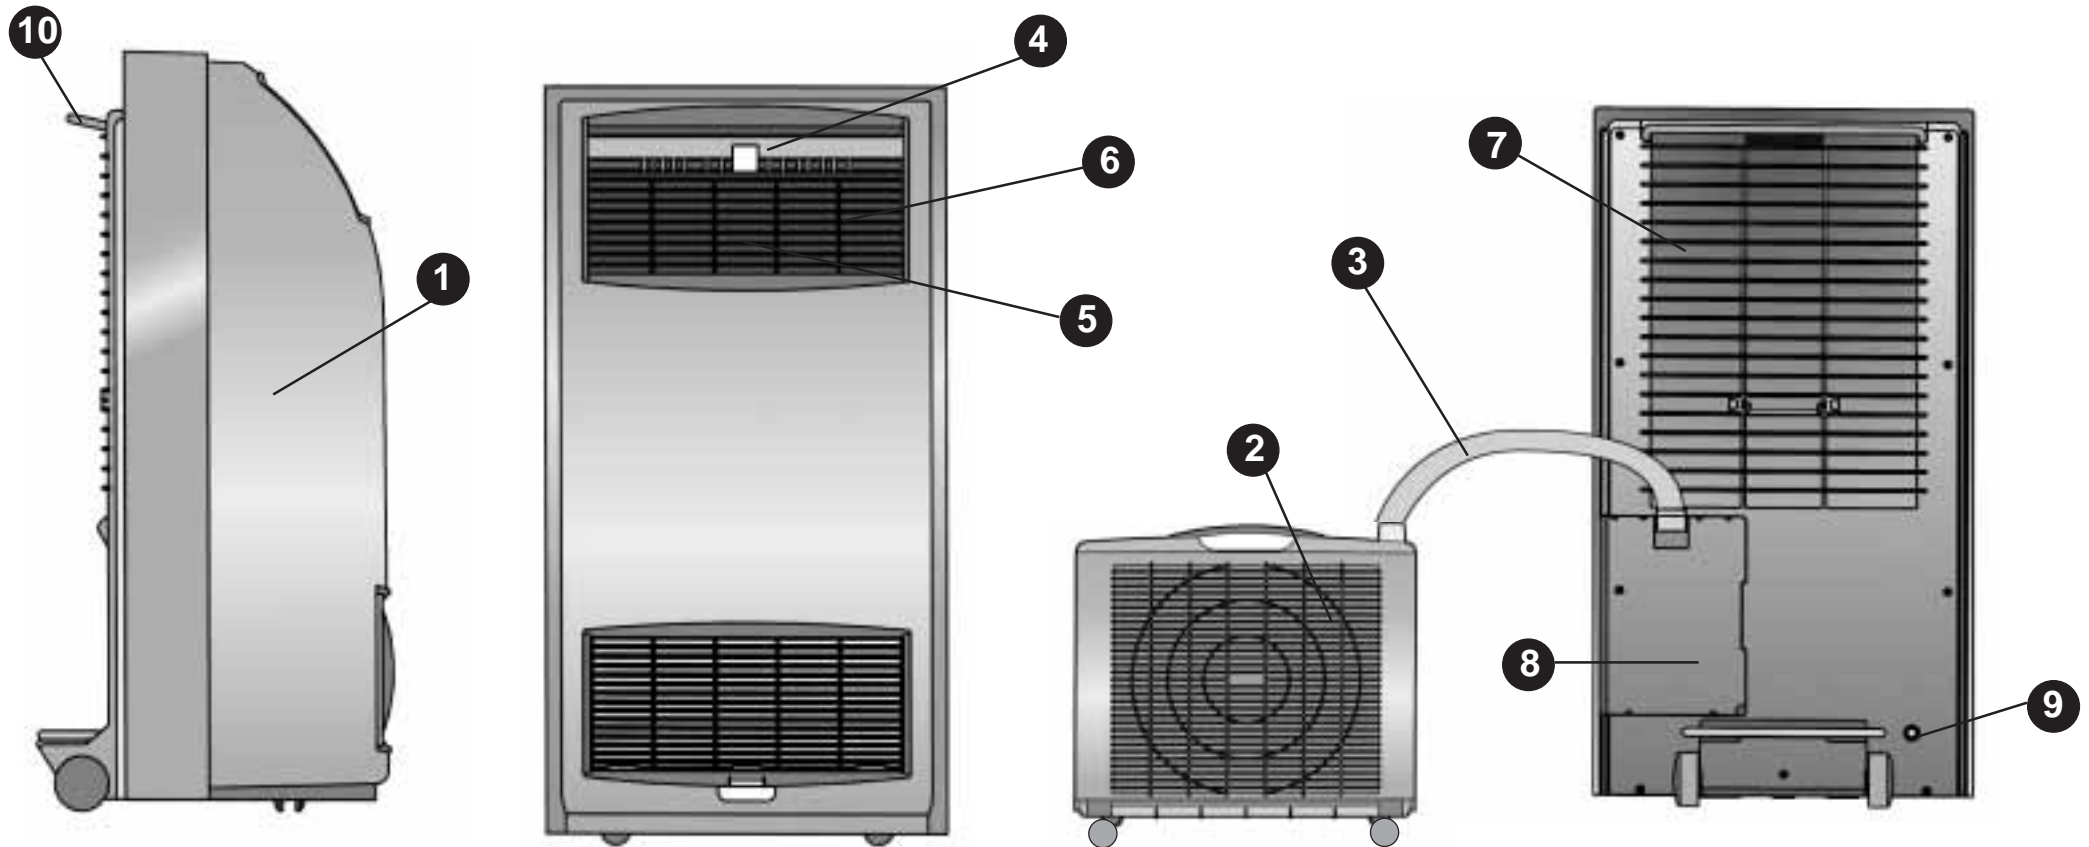

Fig. 1
• Il totale arresto del climatizzatore, nonostante vi sia la normale alimentazione elettrica, può essere dovuto all'intervento di una sicurezza interna che impedisce la fuoriuscita di acqua. Prima di chiamare il centro assistenza provate a drenare l'acqua contenuta nel CLIMATIZZATORE togliendo il tappo apposito (Fig. 1). Se l'inconveniente dovesse riverificarsi fate controllare il Vs. climatizzatore da un tecnico specializzato.
• Si le CLIMATISEUR s'arrête complètement, malgré une alimentation électrique normale, ceci est peut être dû à l'activation d'une sécurité interne qui empêche l'eau de s'évacuer. Avant d'appeler le centre d'assistance, essayez de drainer l'eau contenue dans le CLIMATISEUR en enlevant le bouchon spécial (Fig. 1). Si l'inconvénient se reproduit, faites contrôler l'appareil par un technicien spécialisé.
• If the AIR CONDITIONER stops completely, even when the electrical supply is functioning normally, this could be due to the intervention of an internal safety device which impedes the outflow of water. Before calling the service centre, try draining the water from the unit by removing the air plug (Fig. 1). If the problem persists, have your air conditioner checked by a specialized technician.
• Den Verbindungsschlauch der beiden Geräte nicht knicken oder verbiegen. Sollte das Klimagerät trotz regelmäßiger Stromversorgung nicht anlaufen, so kann eine interne Sicherung angesprochen haben, die den Wasserauslauf verhindert. Vor Inanspruchnahme des Kundendienstes versuchen, das im Gerät enthaltene Wasser durch Abnahme des Stöpsels (Fig. 1) auslaufen zu lassen. Sollte dieses Problem wiederholt eintreten, so ist das Gerät von einem Techniker zu prüfen.
• Si el ACONDICIONADOR se para completamente a pesar de la normal alimentación eléctrica, puede ser que ello se deba a la activación de una seguridad interna que impide la evacuación del agua. Antes de llamar al centro de asistencia, trate de vaciar el agua contenida en el ACONDICIONADOR quitando el tapón correspondiente (Fig. 1). Si el inconveniente se repitiera haga controlar su acondicionador por un técnico especializado.
• Als de airconditioner stopt ondanks juiste stroomvoorziening kan dit veroorzaakt worden door een interne beveiliging die de condenswaterafvoer controleert. Voor de servicedienst te raadplegen kunt u zelf de ontluchtingsplug verwijderen zodat het water kan weglopen (fig 1). Als dit probleem zich herhaald, laat dan het apparaat controleren door de erkende vakman.
## IDENTIFICAZIONE DELLE PARTI PRINCIPALI (Fig. 1)
## IDENTIFICATION DES PRINCIPALES PARTIES (Fig. 1)
## LIST OF MAIN COMPONENTS (Fig. 1)
## BESCHREIBUNG DER GERÄTE-TEILE (Fig. 1)
## IDENTIFICACION DE LAS PARTES (Fig. 1)
## ONDERDELENLIJST (Fig. 1)